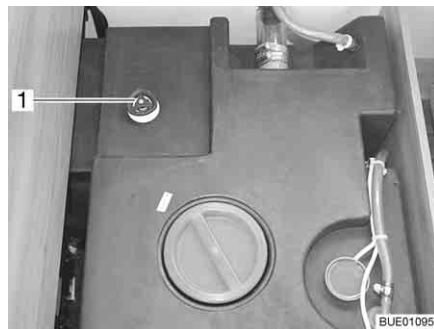

Fig. 130 Réservoir d'eau avec poignée tournante
- Faire tourner la poignée tournante (Fig. 130,1) du réservoir d'eau à fond dans le sens contraire des aiguilles d'une montre au-delà de la résistance pour ouvrir entièrement l'ouverture d'écoulement.